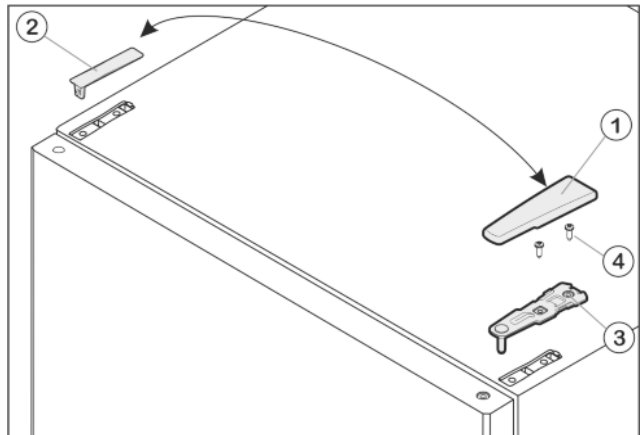

Fig. 6
- ▶ Enlever le cache Fig. 6 (1) vers l'avant et vers le haut.
- ▶ Retirer le cache Fig. 6 (2).
- ▶ Dévisser le support d'appui supérieur Fig. 6 (3) (2 Torx® 25) Fig. 6 (4) et retirer vers le haut.
- ▶ Placer le support d'appui supérieur Fig. 6 (3) sur le nouveau côté charnière de porte.
- ▶ Visser le support d'appui supérieur à fond (avec 4 Nm) (2 Torx® 25) Fig. 6 (4). Pointer les trous de vissage ou utiliser une visseuse sans fil.
- ▶ Faire encliqueter le cache Fig. 6 (1) et le cache Fig. 6 (2) du côté opposé.